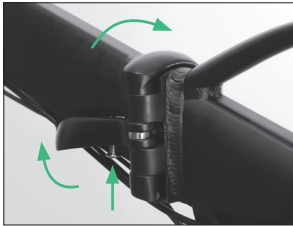

Imagen 1
- 2- Gira la palanca hacia delante y ciérrala para que el cuadro quede asegurado. Cuando desee volver a plegar el cuadro deberá empujar hacia arriba el tornillo de bloqueo para abrir la palanca (imagen 1).